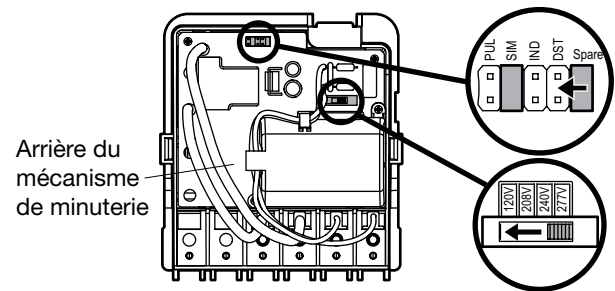

FIG. 2 Réglage de la tension et désactivation de l'heure d'été
Pour utiliser la minuterie à une tension de 120, 208 ou 240 V CA, déplacez le commutateur de sélection vers le réglage désiré, tel qu'indiqué sur la carte de circuit imprimé. Voir la FIG. 2.
3. La minuterie fournie est réglée sur DST (heure d'été). Pour désactiver l'heure d'été, déplacez le cavalier de Spare à DST (heure d'été). Voir la FIG. 2.